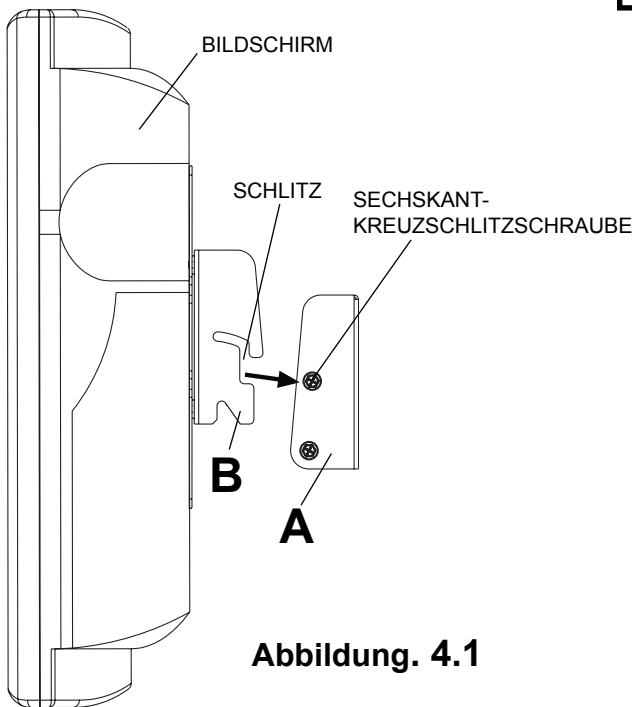
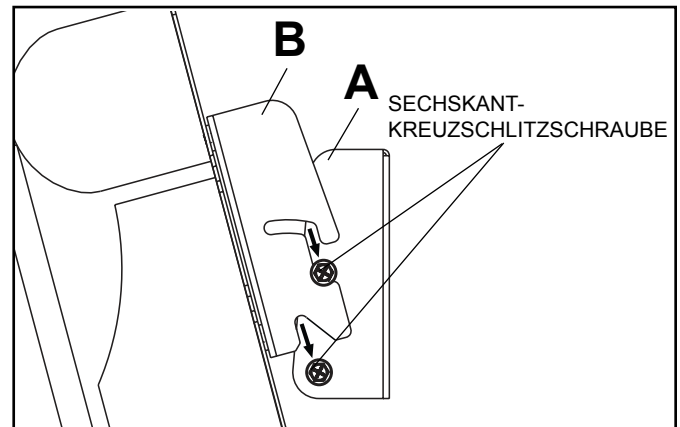
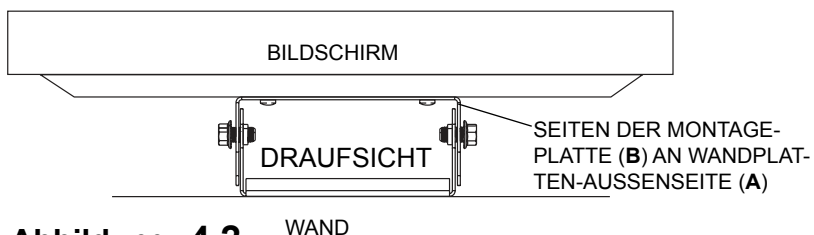

Abbildung. 4.1
Abbildung. 4.3
Abbildung. 4.2
- 4** Setzen Sie die oberen Schlitzlöcher der Montageplatte (B) wie in Abbildung 4.1 dargestellt auf die Sechskant-Kreuzschlitzschrauben der Wandplatte (A). **HINWEIS:** Die Seiten der Montageplatte (B) müssen sich wie in Abbildung 4.2 dargestellt auf beiden Seiten außerhalb der Wandplatte (A) befinden. Setzen Sie die Schlitzlöcher der Montageplatte wie in Abbildung 4.3 dargestellt auf die Sechskant-Kreuzschlitzschrauben.